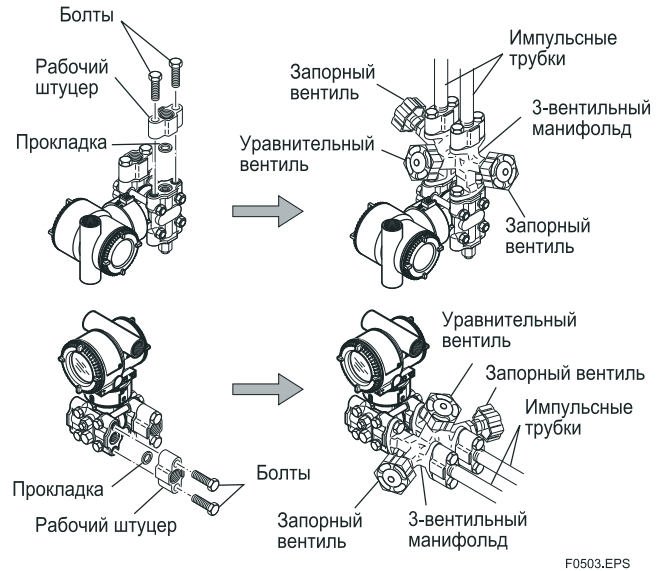

Рисунок 5.3 3-вентильный манифольд (прямой монтаж)
**■ Установка 3-вентильного манифольда непосредственно на датчик (Рис. 5.3)**